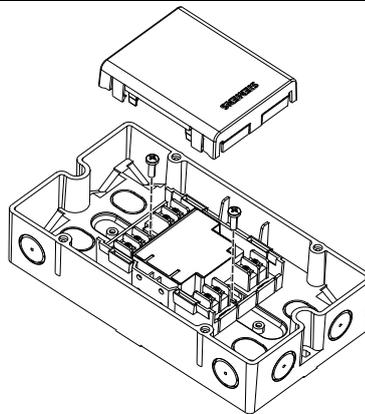

图 3
- 安装在控制器或开关柜外面：使用 FDCH221 保护盒（图 3/4）。
3. 用 2 个螺钉（M4）将保护盒固定在平整表面上（图 3）。安装孔距离： $182.0 \pm 1.0\text{mm}$ 。
2. 用 2 个螺钉将模块固定在保护盒底部（图 3）。